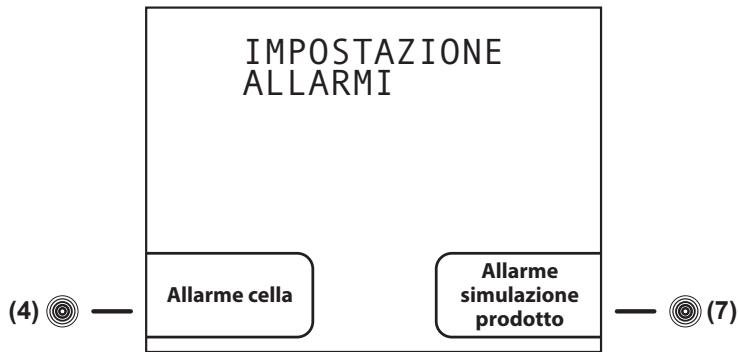
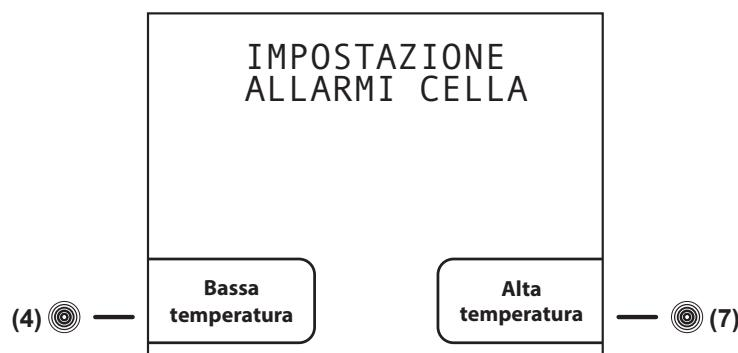
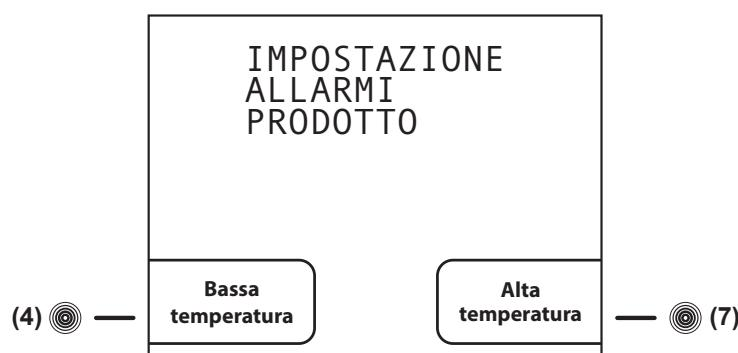

Fig.17
Fig.18
Fig.19
All'interno del menù impostazione allarmi, troviamo 2 sottomenù (**Fig.17**) che consentono di modificare gli allarmi relativi la cella e gli allarmi relativi alla simulazione prodotto (se la relativa sonda opzionale è installata).
- dal sottomenù IMPOSTAZIONE ALLARMI (**Fig.17**) premere il tasto **touch (4)** per entrare nella schermata IMPOSTAZIONE ALLARMI CELLA (**Fig.18**)
- dal sottomenù IMPOSTAZIONE ALLARMI (**Fig.17**) premere il tasto **touch (7)** per entrare nella schermata IMPOSTAZIONE ALLARMI PRODOTTO (**Fig.19**)